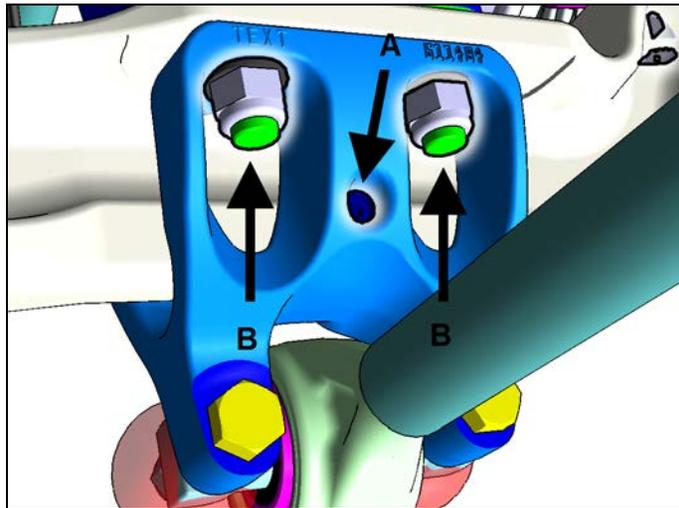

Figure 4
7. S'il n'y a pas de contact, enlever la vis de pression au centre à l'arrière du support. (A, fig. 4)
1. En utilisant l'équipement de protection approprié, Nettoyer au solvant et à la brosse l'enduit protecteur sur le bout des filets. (B, fig. 4)
3. Enlever la vis de pression au centre à l'arrière du support. (A, fig. 4)